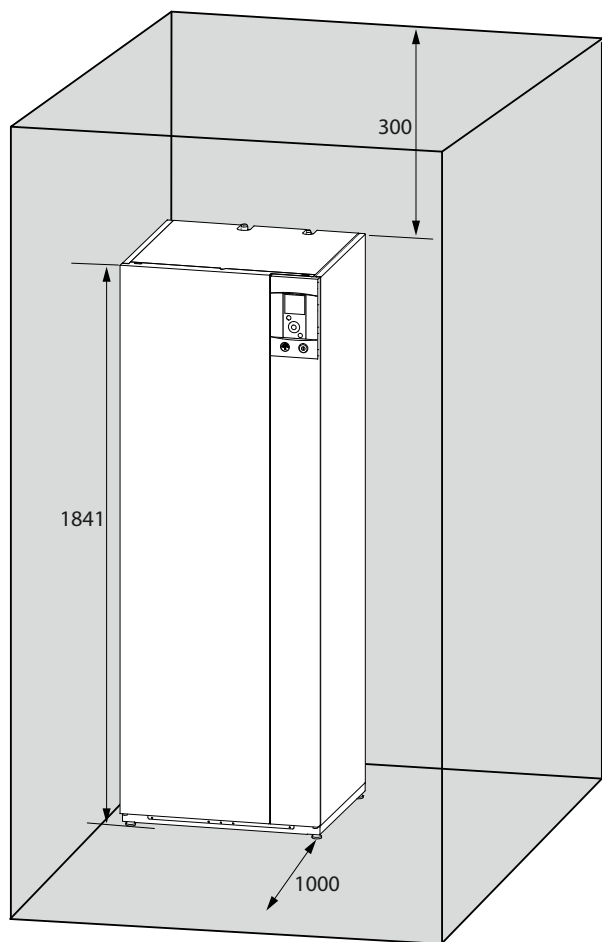

fig. 15 - Minimale vrije installatieruimte rond de hydraulische module en afstanden tot brandbare wanden
- Om de onderhoudswerkzaamheden te vergemakkelijken en de toegang tot de verschillende organen mogelijk te maken, is het aanbevolen om voldoende ruimte te voorzien rondom de hydraulische module (fig. 15).